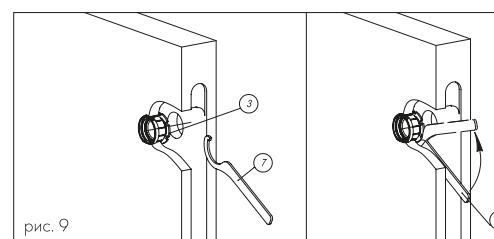

рис. 9
5. Внутреннее основание ③ закрутить при помощи ключа ⑦. (Рис. 9).